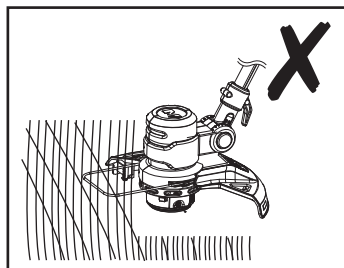

Rys. 14
1. Przed przystąpieniem do pracy należy upewnić się, że osłona noża (11d) została zdjęta, a osłona roślin (13) jest wysunięta.
2. W celu rozpoczęcia przycinania ustawić uchwyt główny (1) pod kątem 0°.
5. Trzymać głowicę do przycinania (12) tuż nad ziemią pod kątem około 30° (rys. 14).